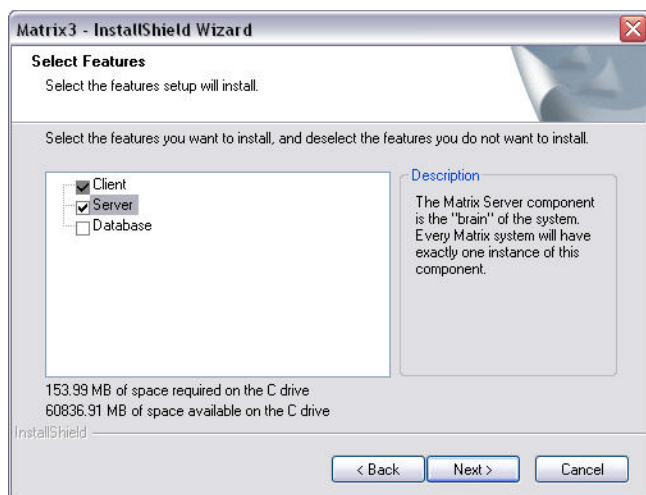

FIG. 15
7. Wanneer het scherm voor selectie van de componenten zoals in FIG. 15 wordt weergegeven, dient u de componenten te (de)selecteren die u al dan niet wenst te installeren. Klik op VOLGENDE.